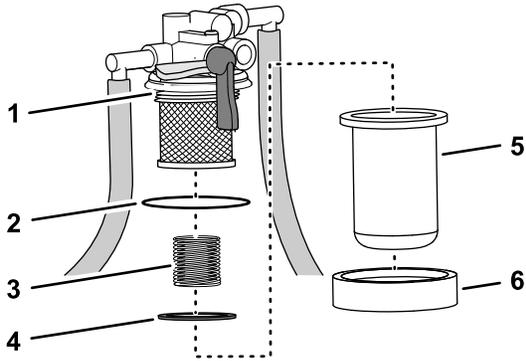

Figure 68
1. Placez un bac de vidange sous la cuvette du filtre à carburant, desserrez l'écrou de la cuvette et déposez la cuvette de la tête du filtre (Figure 68).
3. Vérifiez l'état du joint torique sur la tête du filtre (Figure 68).
5. Montez le ressort et le flotteur dans la cuvette de filtre à carburant (Figure 68).
6. Montez la cuvette assortie de son écrou sur la tête du filtre et serrez l'écrou à la main (Figure 68).